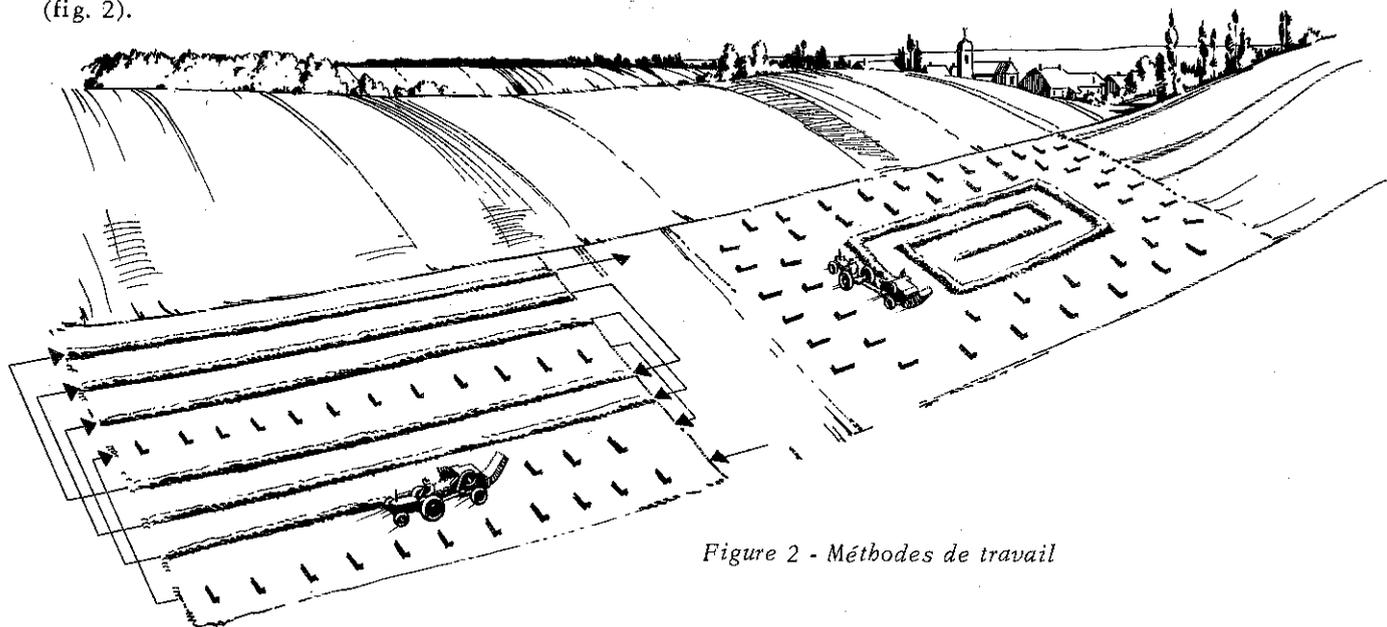

Figure 2 - Méthodes de travail
- 1° Commencez à l'extérieur du champ, en travaillant le tour du champ, pour terminer au centre (fig. 2). Toutefois si certains obstacles naturels ou autres ne permettraient pas ce circuit, opérez suivant la deuxième méthode.
- 2° Travaillez la récolte en lignes en faisant tourner la ramasseuse-presse en dehors des limites du champ et en prenant alternativement les différents andains, mais toujours dans le même sens que le râteau andaineur (fig. 2).